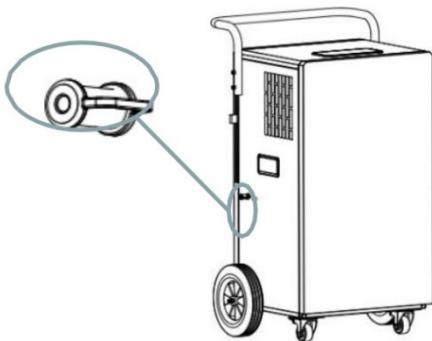

Fig. 1
1. Überprüfen, ob der Wasserstopfen mit kontinuierlichem Entwässerungsloch eingefügt eng. Wie in Abb. 1